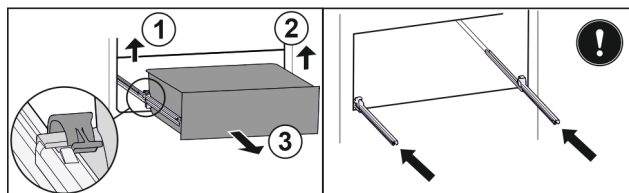

Fig. 219
- ▶ Σηκώστε το αριστερό στήριγμα και ταυτόχρονα τραβήξτε το συρτάρι αριστερά προς τα εμπρός. Fig. 219 (1)
- ▶ Σηκώστε το δεξιό στήριγμα και ταυτόχρονα τραβήξτε το συρτάρι δεξιά προς τα εμπρός. Fig. 219 (2)
- ▶ Αφαιρέστε το συρτάρι προς τα εμπρός. Fig. 219 (3)